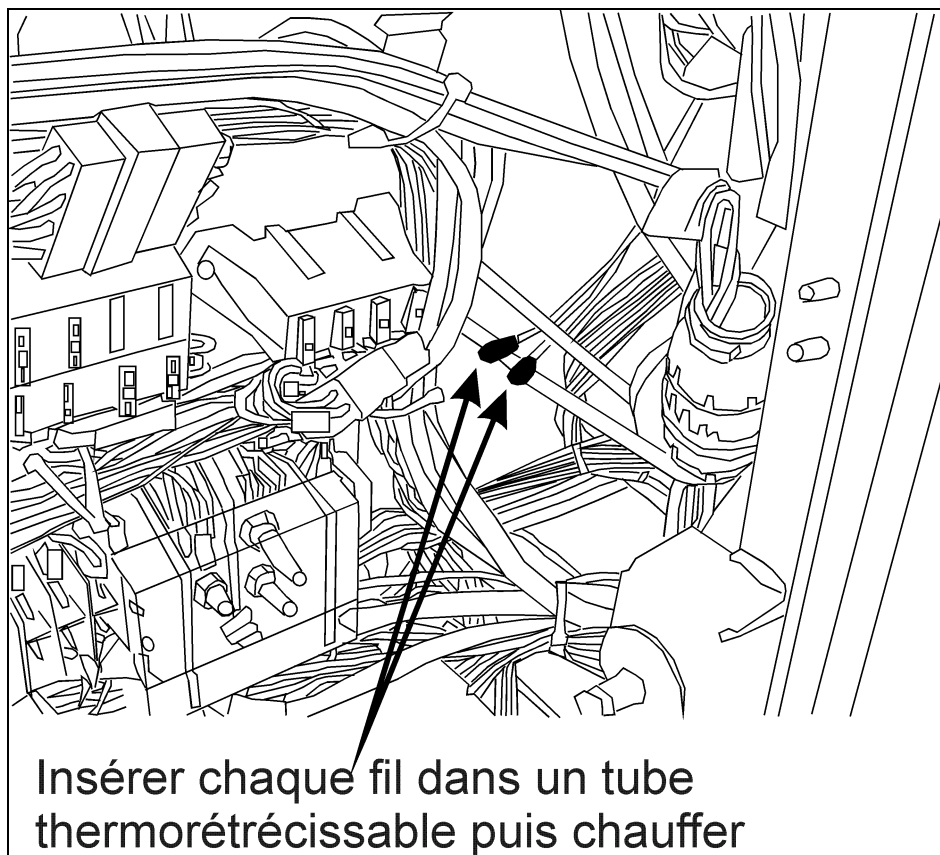

FIGURE 1 : EMBLACEMENT DES FILS DANS LE COMPARTIMENT DE SERVICE AVANT
2. Localiser les fils 103 et 7B (voir figure 1).